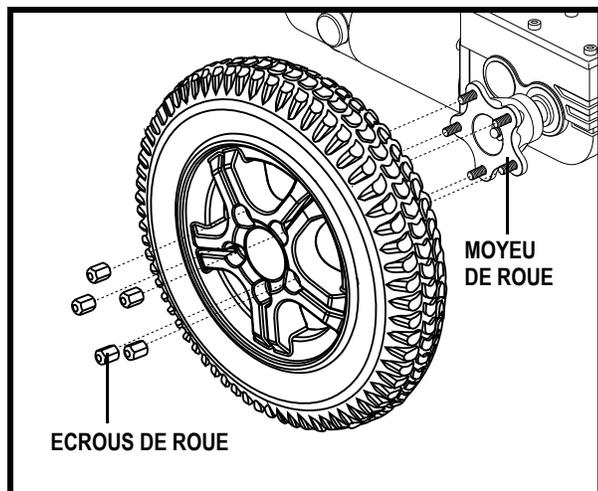

Figure 27. Enlèvement de la roue motrice
4. Retirez les cinq (5) écrous de roue du moyeu. **Voir la figure 27.**